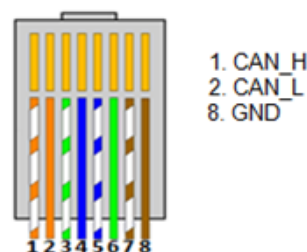

Figure 1 - Câblage RJ54
1. Dans le cas de batterie Lithium utilisant une communication CAN, brancher le câble RJ45 câblé suivant la figure 1 (câble monobrin de catégorie minimum 6A préconisé) sur le port CAN côté IMEON.